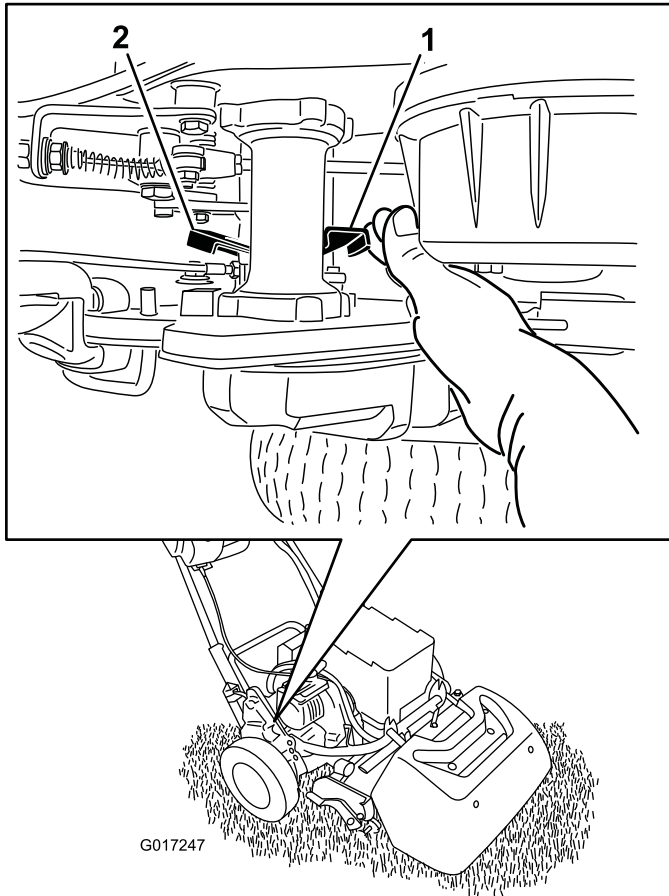

Figura 32
1. Sull'angolo posteriore destro della macchina, individuate la leva di innesto/disinnesto della trazione, vicino al tamburo di alloggiamento della trasmissione (Figura 32).